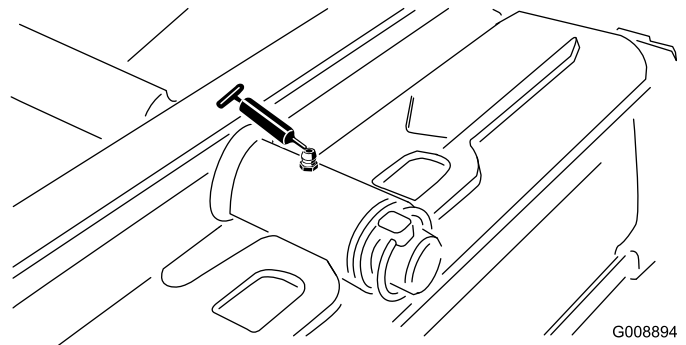

Bild 28
- Drehbüchsen am hinteren Mähwerk (Bild 28)